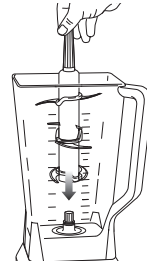

Fig. 4
- 6 En tenant l'arbre du jeu de lames superposées, insérez celui-ci dans le pignon d'entraînement du récipient. Assurez-vous que le jeu de lames superposées est bien logé en position verticale. (Fig. 4)